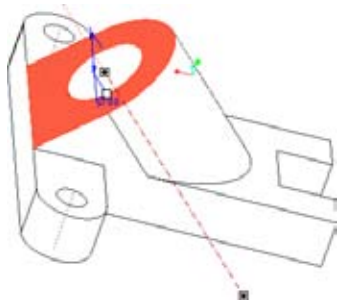
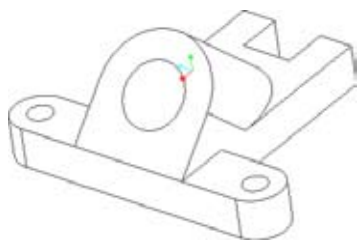

图3-121 选取参考
图3-122 创建圆柱孔
- 02 单击【工程】命令组中的【孔】按钮，系统弹出【孔】操控板。根据系统提示，按住Ctrl键选取如图3-121所示的曲面和轴A\_4，设置圆孔直径为80，在【形状】下拉列表中，选择【穿透】。单击操控板中的【确定】按钮，结果如图3-122所示。